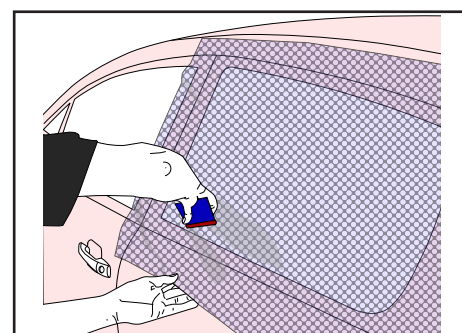

Figure 25
- › Tendre et appliquer le film microperforé sur la totalité de la vitre jusqu'à ses bords et dans les coins. (FIG. 25)
► Lorsque le film est appliqué au raz du bord de la vitre, la bande de scellement devra être rabattue sous la vitre et le joint de vitre à l'aide de la raclette. (FIG. 25)